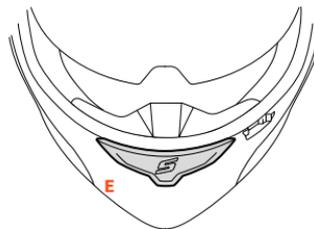

FIGURA 3
**TOMA DE AIRE FRONTAL MENTONERA – E – Figura 3/4**
- Figura 3: toma de aire completamente cerrada.